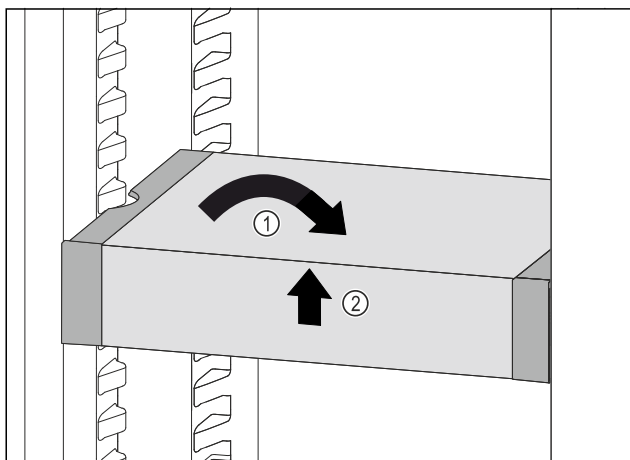

Fig. 123
- Изправете VarioSafe. Fig. 123 (1)
- Повдигнете VarioSafe отпред. Fig. 123 (2)